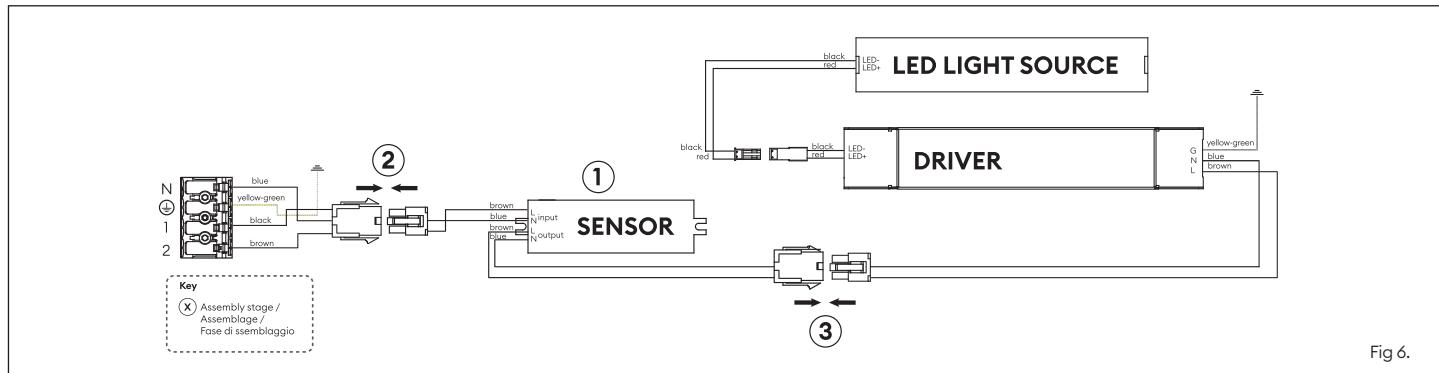

Fig 6.
- Plug in connectors through stages ②-③ as shown in fig 6.
- Enfichez les connecteurs selon les étapes ②-③ indiquées dans la figure 6.